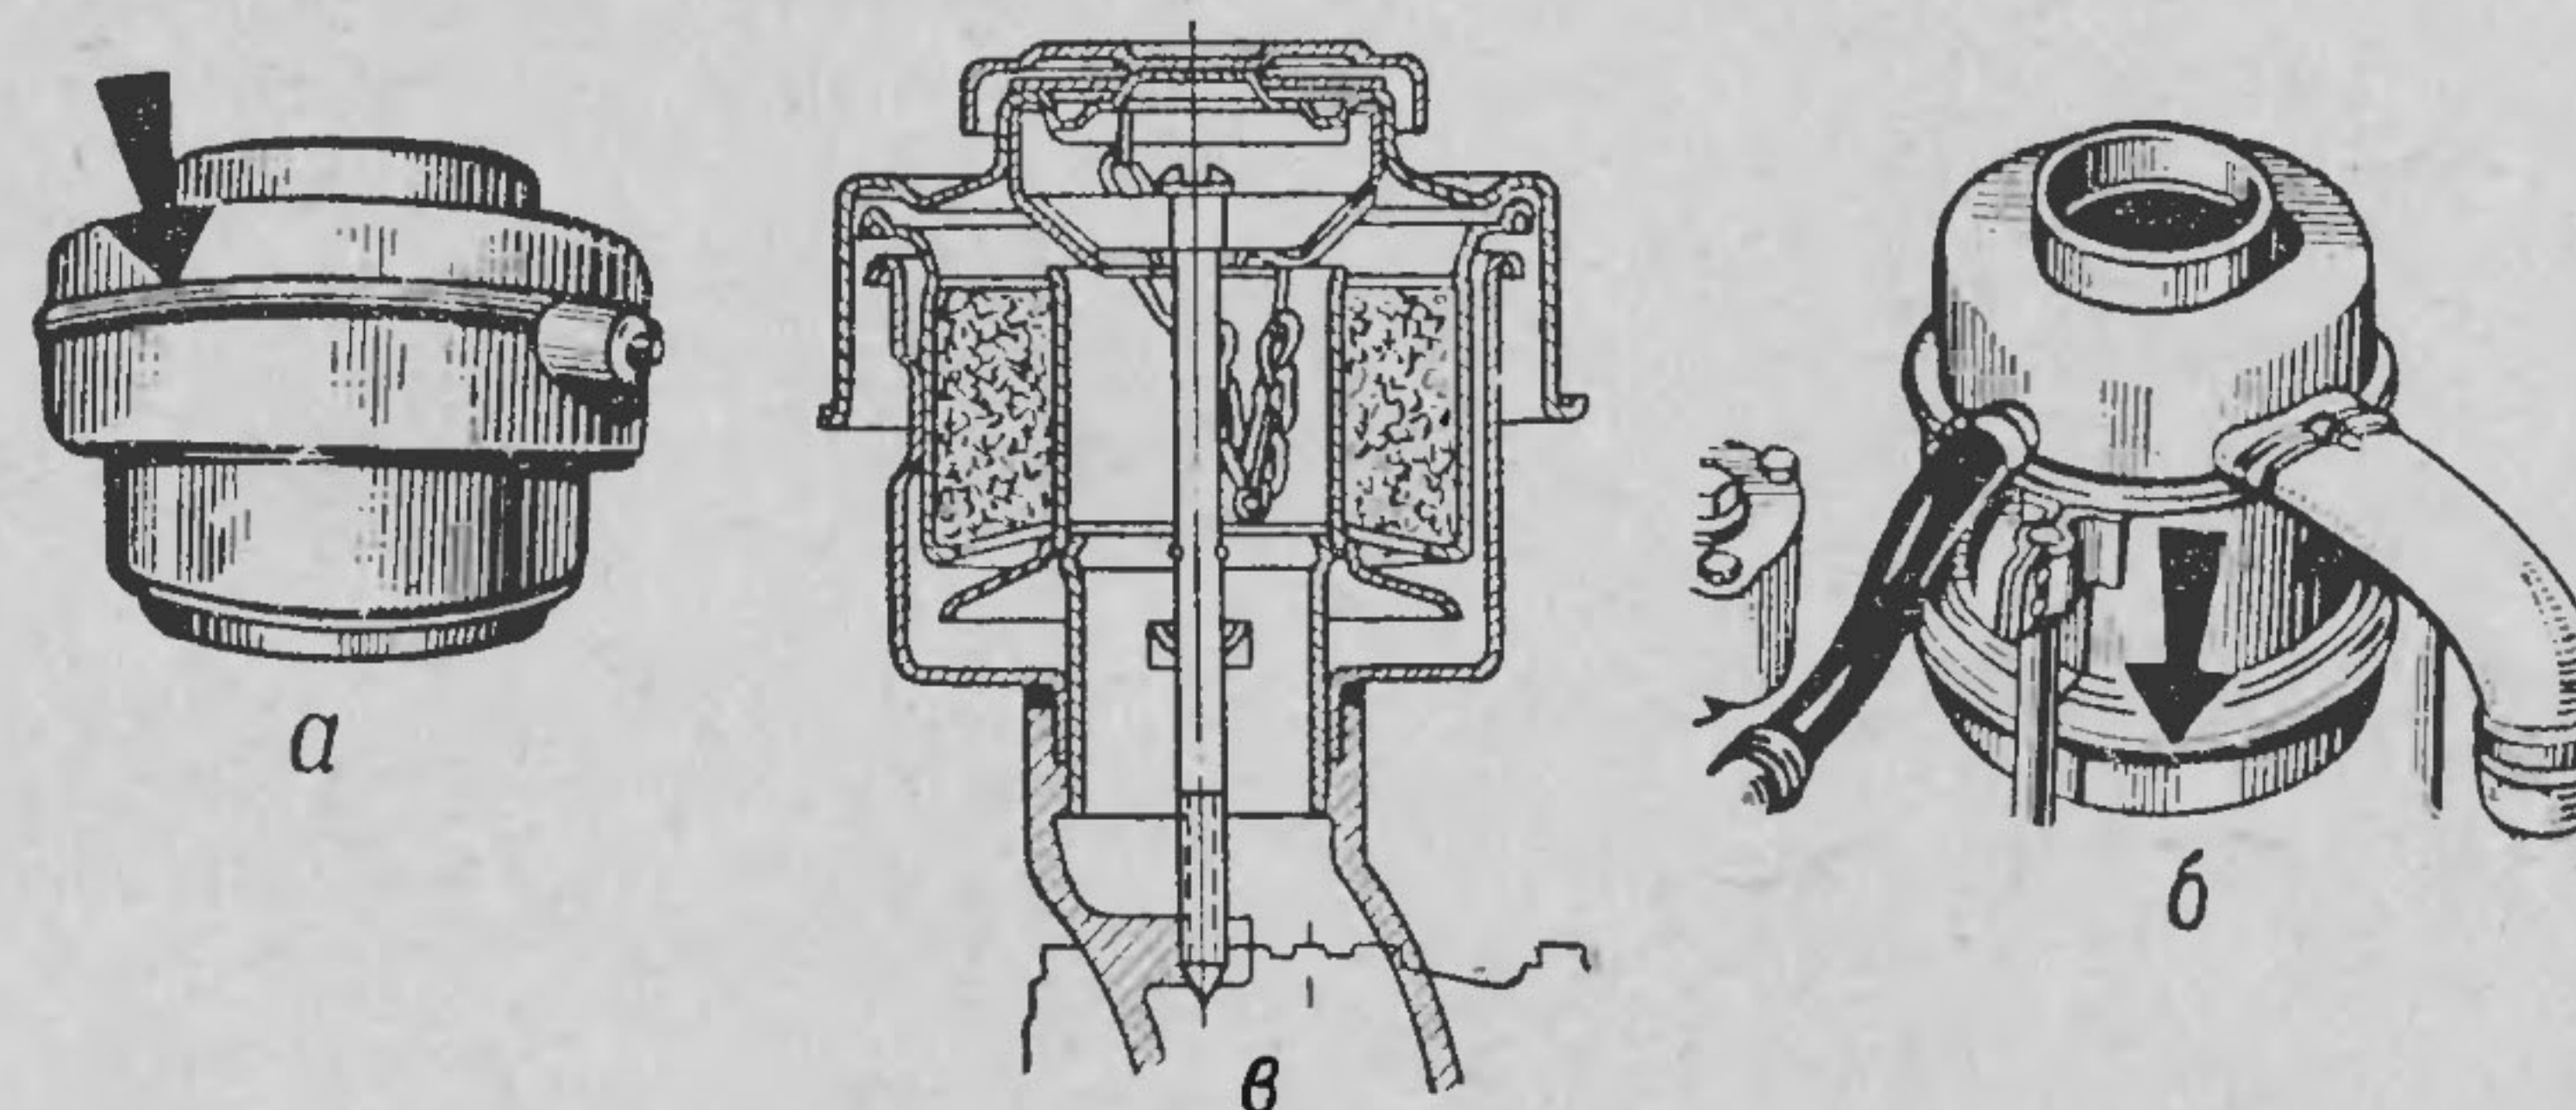

Рис. 20. Точки смазки маслом АС-8 или маслом АСЗп-10:
50. Снять, промыть и залить свежим маслом воздушные фильтры (рис. 20) двигателя (см. технологическую карту № 1) и маслозаливной горловины